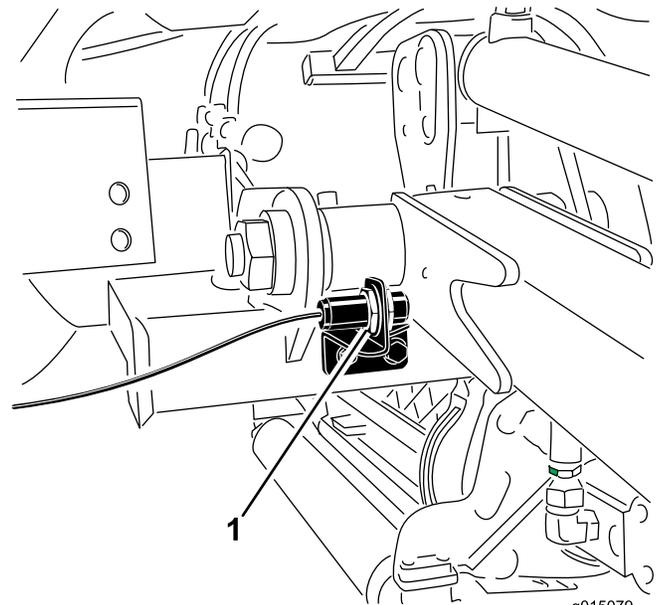

Figura 42
2. El interruptor del brazo de elevación está situado detrás del brazo de elevación delantero derecho (Figura 42).
3. Afloje los tornillos de montaje del interruptor (Figura 42) y desplace el interruptor hacia arriba para aumentar la altura de giro del brazo de elevación, o hacia abajo para reducir la altura de giro del brazo de elevación. Apriete los tornillos de montaje.